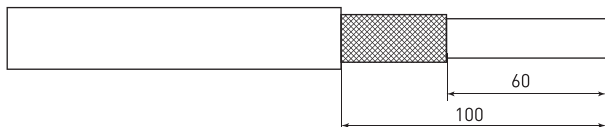

Рисунок 2
5.7 Разделить обе части саморегулирующегося нагревательного кабеля согласно нижеприведенным условиям. Снять оболочку нагревательного кабеля на длине 100 мм, экран в виде оплетки срезать на длине 60 мм. Оставшуюся часть экрана (40 мм) сдвинуть к оболочке (рисунок 2).